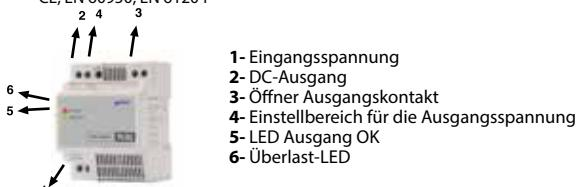

Abbildung 1
- Das Gerät muss vertikal montiert werden, wie in Abbildung 1 gezeigt, und die AC-Versorgung muss sich an der Unterseite, der DC-Ausgang an der Oberseite befinden.
1.3 Betrieb: Der in Abbildung 1 mit 1 gekennzeichnete Teil des Geräts ist der Anschlusspunkt für die Eingangsspannung des PS-362, auf dem Gerätegehäuse a L (Leitung) oder N (Neutral) gekennzeichnet. Schließen Sie die Versorgungsspannung an diese Punkte an. Der in Abbildung 1 mit 2 gekennzeichnete Teil des Geräts ist der Anschlusspunkt für den DC-Ausgang des PS-362. Seine Polarität ist auf dem Gerätegehäuse mit + und - gekennzeichnet. Das PS-362 stellt an diesen Anschlusspunkten einstellbare DC-Spannung bereit. Wenn am PS-362 Versorgungsspannung anliegt, leuchtet die gelbe LED, in Abbildung 1 mit 5 gekennzeichnet. Wenn diese LED leuchtet, ist das PS-362 in Betrieb und erzeugt Ausgangsspannung. Der in Abbildung 1 mit 4 gekennzeichnete Teil des Geräts ist das Trimpotentiometer für die Einstellung der DC-Spannung. Nachdem das Gerät eingeschaltet wurde, wird die Ausgangsspannung erhöht, indem das Trimpotentiometer für die Einstellung um Uhrzeigersinn gedreht wird, und sie wird verringert, indem das Trimpotentiometer für die Einstellung gegen den Uhrzeigersinn gedreht wird. Auf diese Weise kann die Ausgangsspannung innerhalb des angegebenen Bereichs eingestellt werden. Das Gerät schaltet sich bei Überlast, Überhitzung und Kurzschluss an den Ausgangskontakten selbst ab. Nachdem der Fehlerstatus behoben ist, schaltet es sich automatisch wieder ein.
Das PS-362 hat eine LED-Anzeige (Teile 5 und 6 in Abbildung 1).